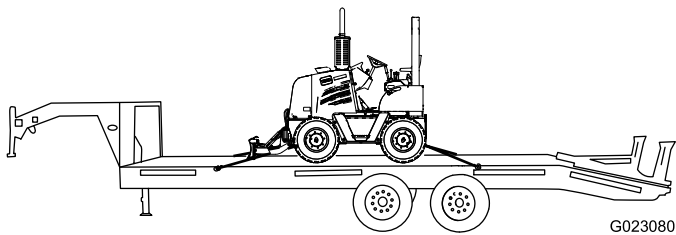

Figure 29
9. Arrimez l'avant de la machine sur la remorque au moyen de chaînes et d'un tendeur (Figure 29).
10. Arrimez l'arrière de la machine sur la remorque au moyen de chaînes et d'un tendeur (Figure 29).